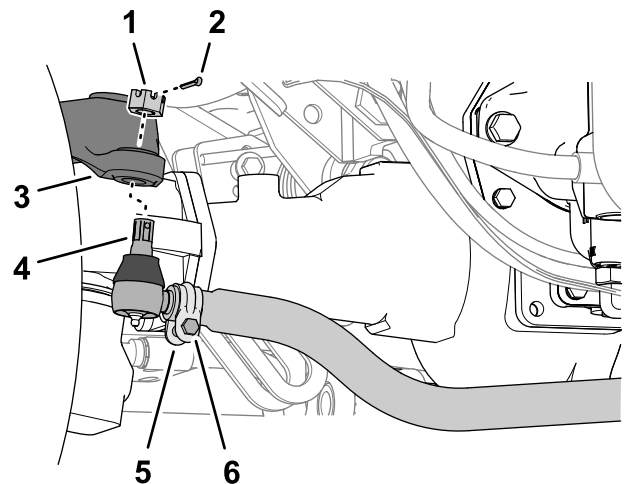

Figura 154
- În zona osiei spate, îndepărtați cuiul spintecat și piulița canelată de la oricare dintre capetele tijei (Figura 154).
- Slăbiți clemele de la ambele capete ale tijelor (Figura 154).